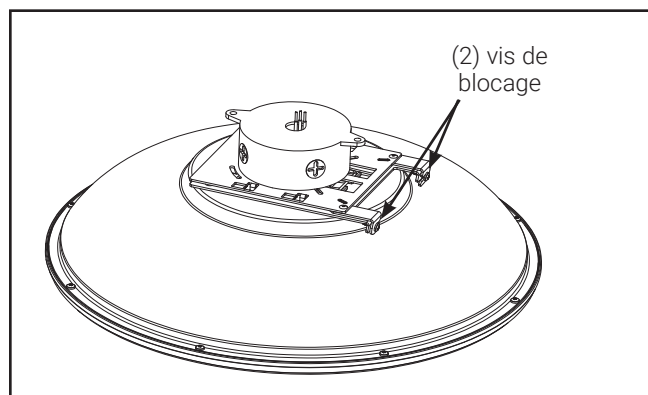

Figure 5
- Pivotez les charnières de blocage pour les remettre en place puis serrez les vis de blocage à un couple de 1,1 Nm (10 po-lb [FIG. 5]).